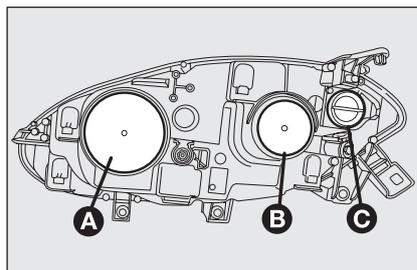
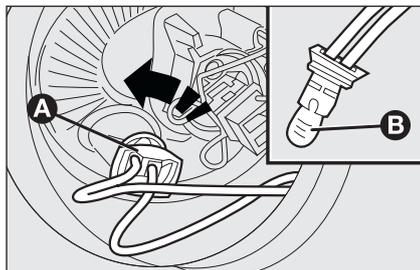

fig. 19
fig. 21
### GRUPPI OTTICI ANTERIORI fig. 19
- rimuovere il coperchio di protezione **B**-fig. 19;
- rimontare correttamente il coperchio di protezione **A**-fig. 19.
- rimuovere il coperchio di protezione **A-fig. 19**;
- ruotare in senso antiorario il portalampada **A-fig. 21** e sfilarlo;
- rimontare la nuova lampada, inserire nuovamente il portalampada **A-fig. 21** quindi rimontare correttamente il coperchio di protezione **B-fig. 19**.
- rimontare correttamente il coperchio di protezione **B-fig. 19**.
- ruotare in senso antiorario il coperchio di protezione **C-fig. 19**;